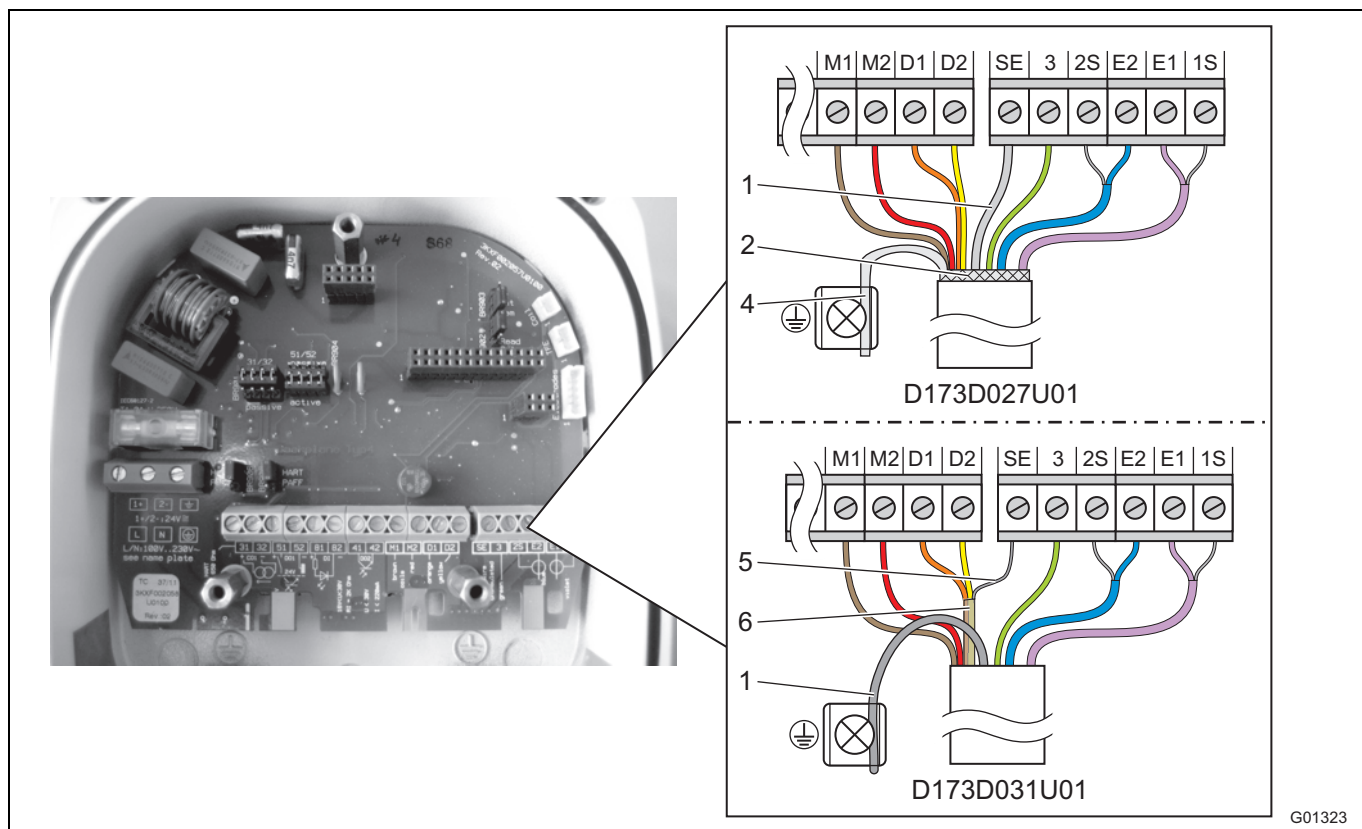

图29： 变送器侧，尺寸单位：毫米（英寸）
按图图29准备变送器侧的电缆端。
- 按图图29所示连接其他导线。